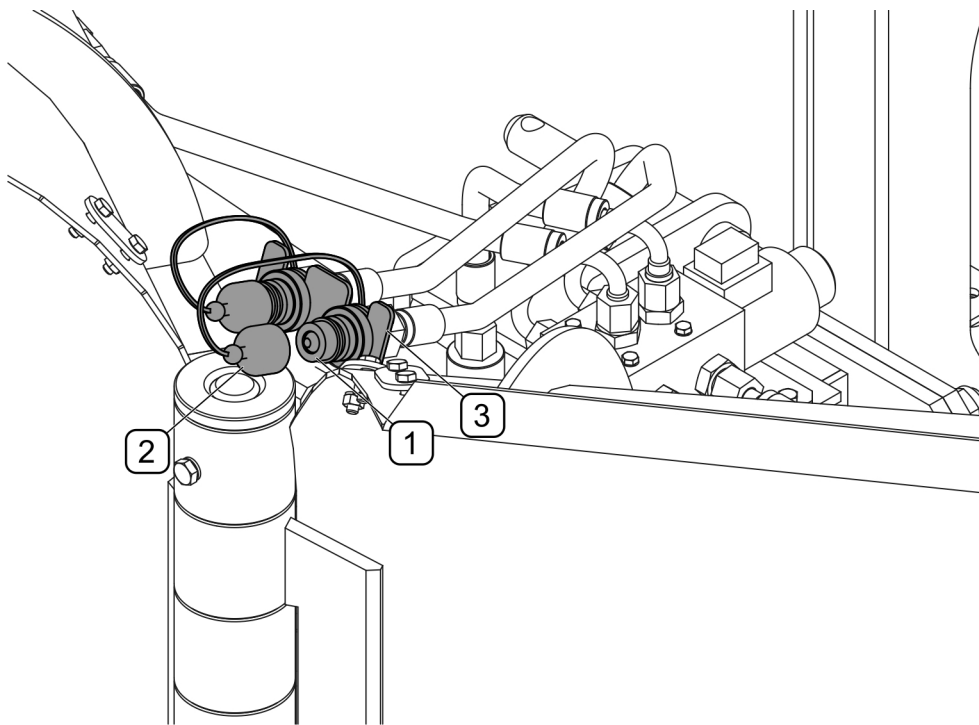

РИСУНОК 4.9 Предохранение штекеров гидропроводов
- закрыть колпачками штекеры быстроразъемных соединений и поместить на специальный кронштейн на раме (РИСУНОК 4.9),